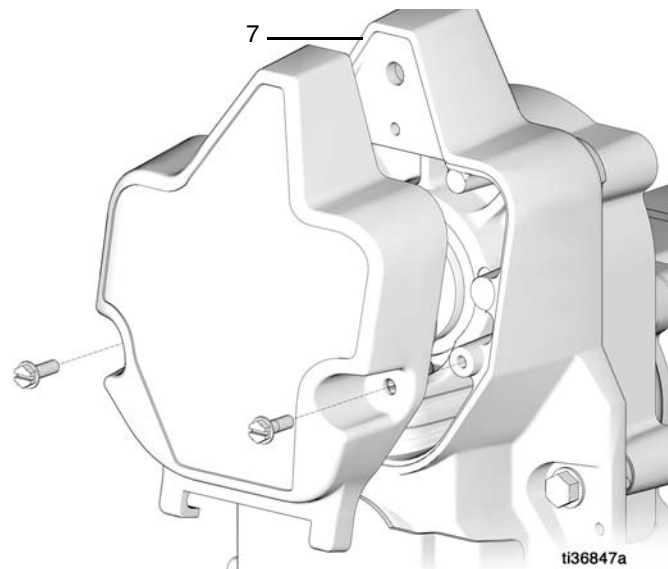

FIG. 11
11. Retirer les boulons et le couvercle de la pompe (7) (FIG. 11).